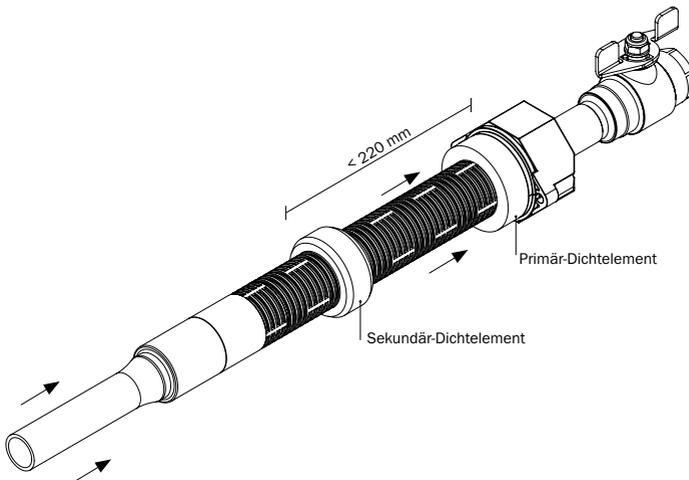

Abbildung 5.7: Positionierung Primär- und Sekundär-Dichtelement
- Das Primär-Dichtelement von unten nach oben über die Gashauseinführung Voigt DN 25 bis an den 8-Kant-Einsatz schieben (s. Abbildung 5.7)
- Das Sekundär-Dichtelement über die Gashauseinführung Voigt DN 25 schieben. Der Abstand zwischen Oberkante des Primär-Dichtelements und Unterkante des Sekundär-Dichtelements muss weniger als 220 mm betragen (s. Abbildung 5.7)